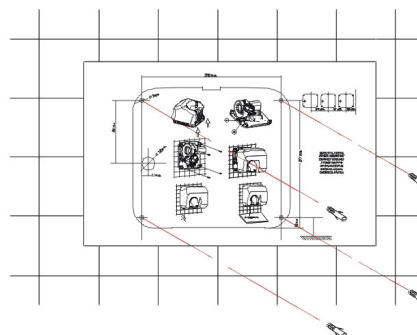

Рис. 6
1. - Просверлить в стене 4 отверстия сверлом 8 мм (0,31 дюйма), используя прилагаемый в комплекте поставщик шаблон. Очистить отверстия от крошки и пыли. Вставить 4 дюбеля, поставляемые вместе с сушилкой, и загнать их до упора (см. рис. 6).